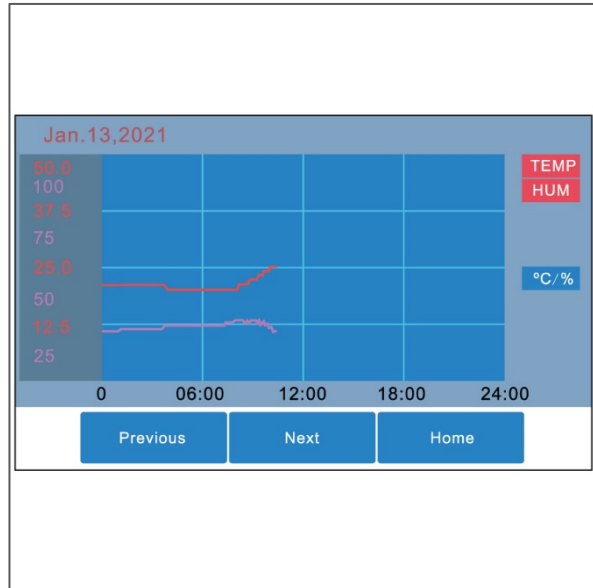

Figura 17
2. Se abre la pantalla general de TEMP/HUM (Figura 17).